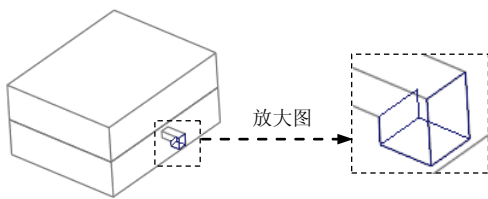
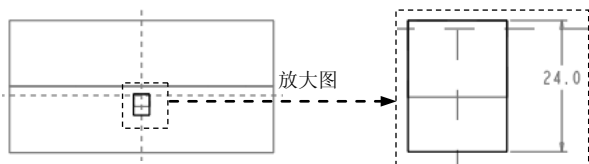

图 27.29 实体拉伸特征 2
图 27.31 截面草图
Step6. 创建图 27.29 所示的实体拉伸特征 2。单击 **模具** 操控板 **形状** 区域中的 按钮,此时系统弹出“拉伸”操控板;在出现的操控板中,确认“实体”类型按钮 被按下;右击,从系统弹出的菜单中选择 **定义内部草绘...** 命令,选取图 27.30 所示的平面为草绘平面,接受系统默认的箭头方向为草绘视图方向,然后选取 MAIN_PARTING_PLN 基准平面为参考平面,方向为 **上**。单击 **草绘** 按钮,进入草绘环境;进入截面草绘环境后,选取 MOLD_FRONT 基准平面和 MAIN_PARTING_PLN 基准平面为草绘参考,利用“投影”命令绘制图 27.31 所示的截面草图;完成截面草图的绘制后,单击“草绘”操控板中的“确定”按钮 ;在操控板中选取深度类型 ,再在深度文本框中输入深度值 20.0,并按 Enter 键;接受系统默认的拉伸方向;在“拉伸”操控板中单击 按钮,完成特征的创建。